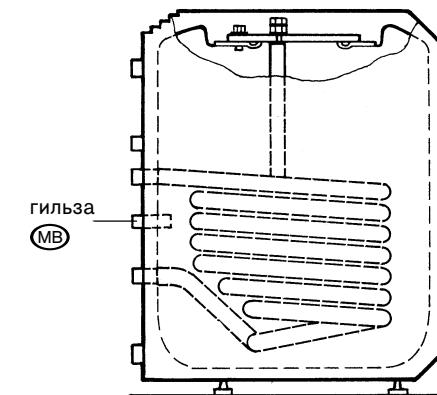

Рис. 9 – Принципиальный чертеж
- Произвести монтаж датчиков в гильзу **(MB)** на задней стороне бойлера (рис. 9).